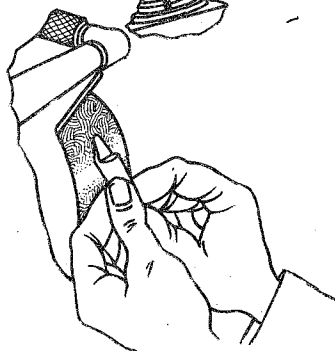

Fig. 6
5. Si l'outil à affûter est destiné à travailler des aciers durs qui nécessitent un angle de coupe relativement réduit, nous conseillons d'exécuter, à la main, un dégagement plat oblique, sur la face en dépouille de la fraise (fig.6).